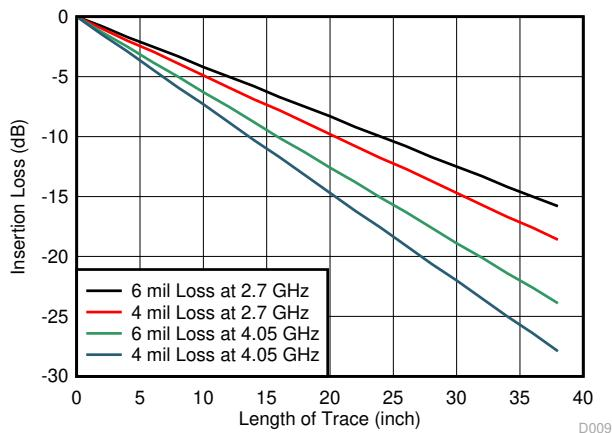

图 8-5. FR4 PCB 布线的插入损耗
- 确定 DisplayPort 输入 (A) 和输出 (B) 通道的损耗曲线。有关 6mil 布线插入损耗，请参阅 图 8-5。
- 确定 DP 输入 (C) 和输出 (D) 通道和电缆上的损耗曲线。有关 6mil 布线插入损耗，请参阅图 8-5。